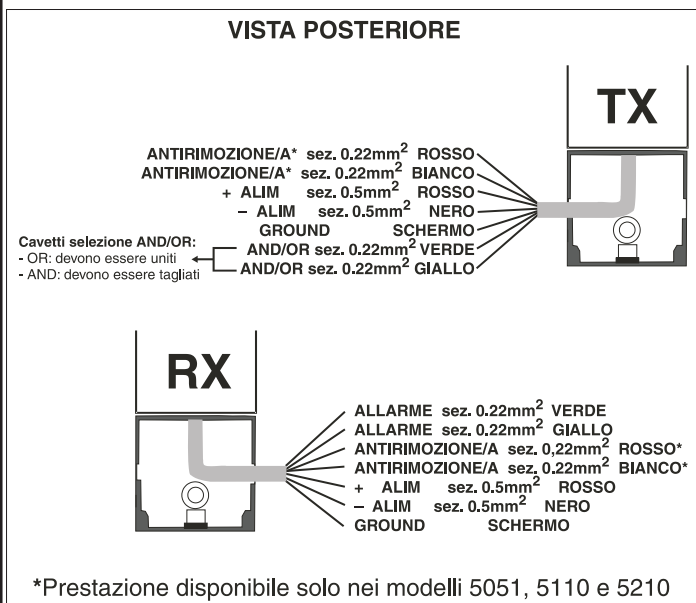

Figura 3: Schema elettrico del cavo con i conduttori del trasmettitore e del ricevitore
I cavi precablati sul circuito consentono un facile collegamento. Collegare i cavi precablati TX/RX all'impianto come indicato in **Figura 3**.
- Identificare i conduttori rosso e nero da 0.5 mm² e collegarli all'alimentazione (rosso +, nero -) della centrale (**Figura 3**).